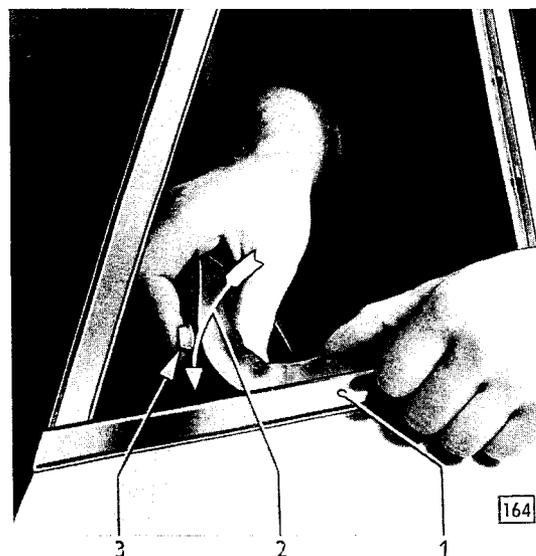

Bild 92 - Vordere Dichtung mit geschlossenem Profil unter hintere Dichtung einführen
4. In Türdrehfensterrahmen unten Gummikleber L 002 407/4 streichen und Dichtung (91/5) unten in Fensterrahmen einkleben. Hierbei beachten, daß sich die drei Gummizapfen (91/4) – Wasserablaufflöcher – in die drei Bohrungen (90/1) einsetzen (Bild 92).